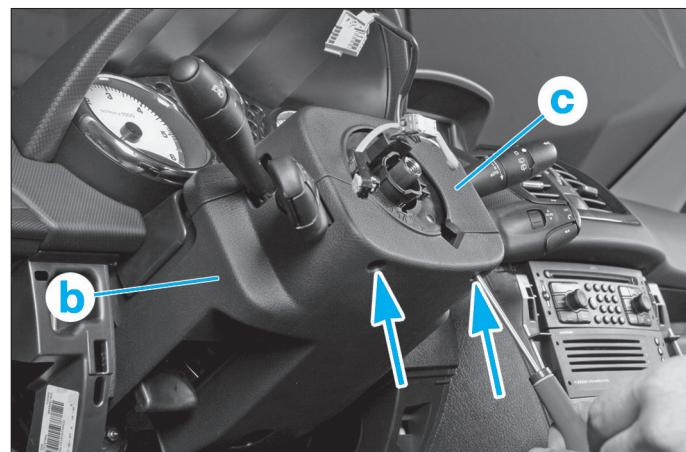

Fig. 21
- Dévisser les deux fixations à empreinte Torx T20 maintenant le cache sous volant (b) puis le déposer en le dégrafant du cache supérieur de colonne de direction (c) (Fig.21).